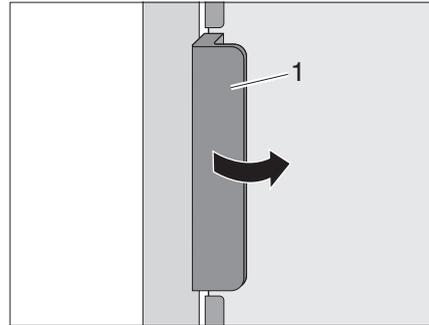
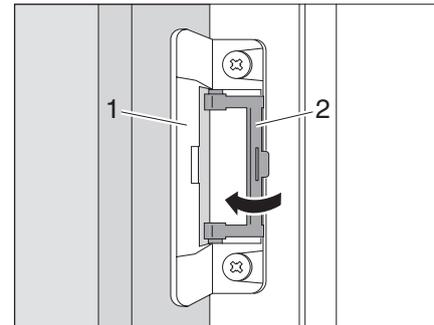

Fig. 90 Ouvrir la porte du réfrigérateur
Fig. 91 Bloquer la position de ventilation
► Ouvrir la porte du réfrigérateur avec la poignée (Fig. 90,1). Le dispositif de verrouillage (Fig. 91,1) est automatiquement débloqué.
- Rabattre le dispositif de blocage (Fig. 91,2).